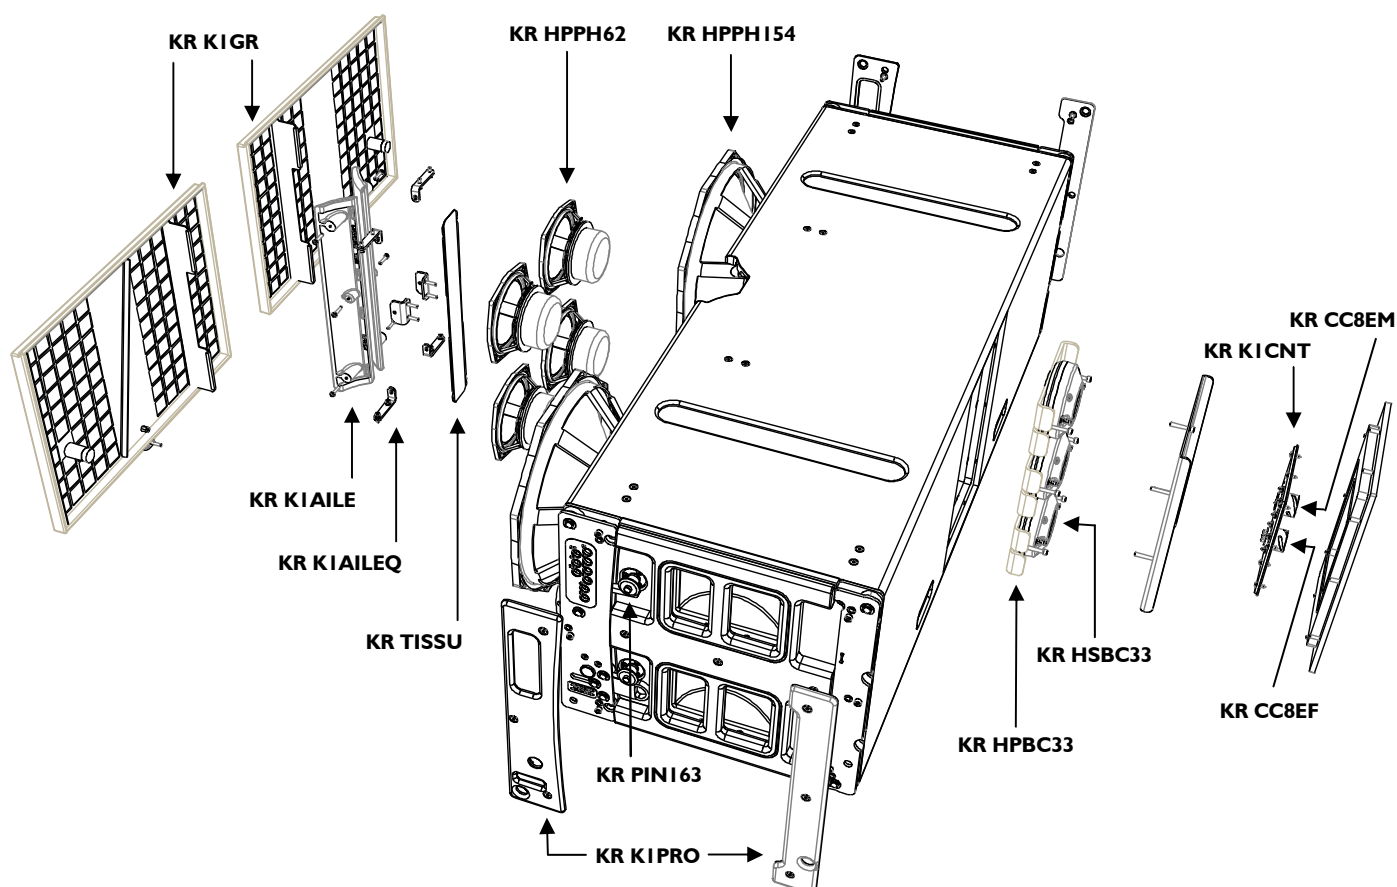

Figure 14 : Vue éclatée du K1
Les kits de remplacement (KR) disponibles pour l'utilisateur sont représentés en Figure 14 et listés dans le Tableau 7 avec référence aux procédures de maintenance correspondantes. Le Tableau 6 est la liste des outils et du matériel recommandés pour la réparation du K1 (non fournis).